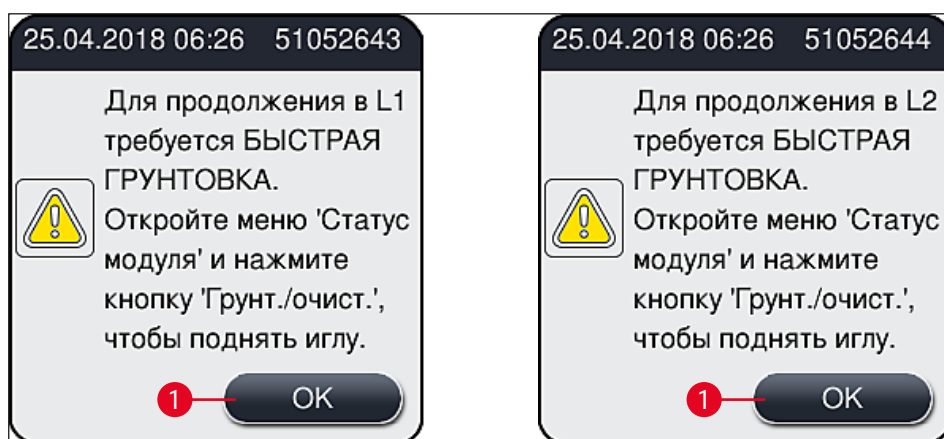

Рис. 51
- ① По окончании фазы инициализации на экране появляется главное меню (→ Рис. 19), а также сообщение для пользователя (→ Рис. 51), указывающее на необходимость выполнения процедуры **Быстрая промывка** на используемой линии заключения под покровное стекло. Подтвердите сообщения нажатием **ОК** (→ Рис. 51-1) и следуйте указаниям в (→ с. 131 – 7.3 Подготовка системы шлангов для промывки и очистки).